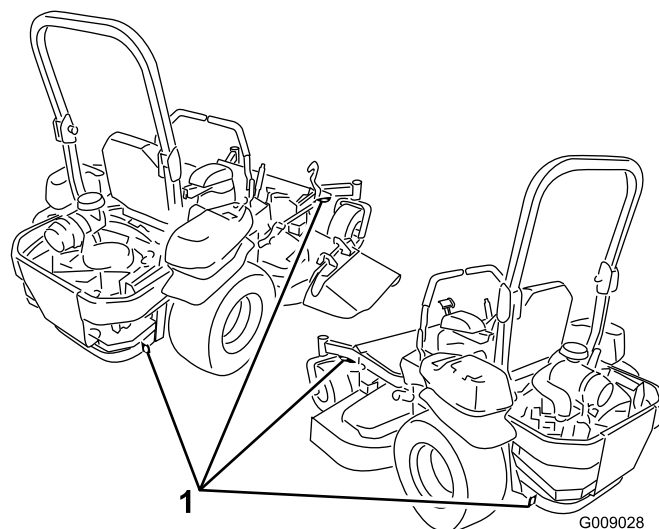

Figura 31
5. Utilice los bucles metálicos de amarre de la máquina para sujetar la máquina firmemente al remolque o al camión con correas, cadenas, cables o cuerdas (Figura 31).